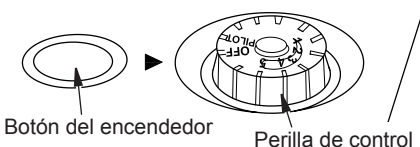

Figura 20 - Perilla de control en la posición OFF (apagado)
5. Gire la perilla de control en dirección contraria a las manecillas del reloj ↶ hasta la posición PILOT (piloto). Mantenga presionada la perilla de control durante cinco (5) segundos (consulte la figura 20).